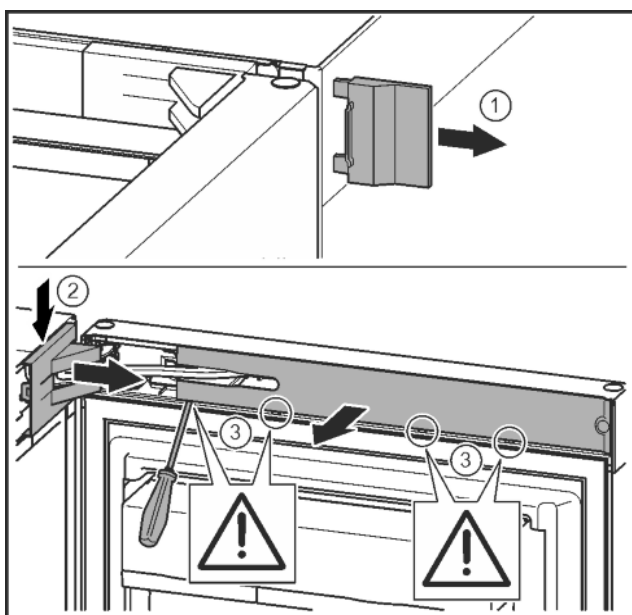

Fig. 8
- ▶ Sejměte vnější kryt. Fig. 8 (1)
- ▶ Odjistěte a uvolněte kryt stojanu ložiska. Sejměte kryt stojanu ložiska. Fig. 8 (2)
- ▶ Plochým šroubovákem odjistěte lištu a otočte ke straně. Fig. 8 (3)